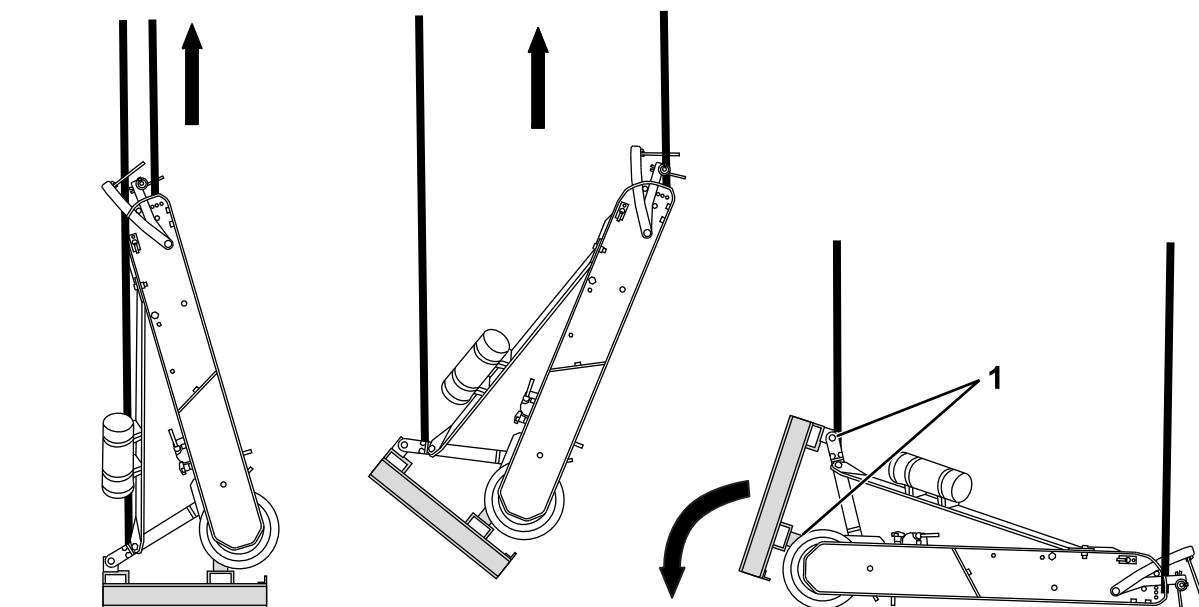

Figure 4
5. Abaissez l'accessoire doucement et de manière contrôlée, comme montré à la Figure 4, jusqu'à ce qu'il soit posé sur le sol.